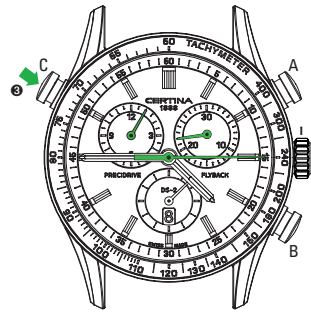

Abb. 6
**C** RESTART (Wiederaufnahme) (gemäß Abb. 6)